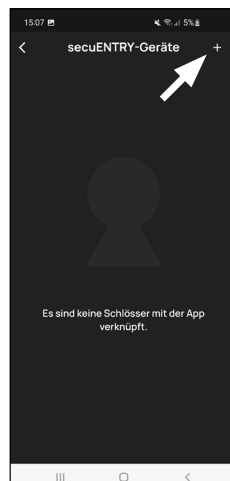

Fig. 2
② La aplicación muestra un listado de los cilindros que ya están registrados. Cuando se configure por primera vez, la lista estará vacía. Para configurar un nuevo cilindro, pulse en «+» en la esquina superior derecha (Fig. 2).